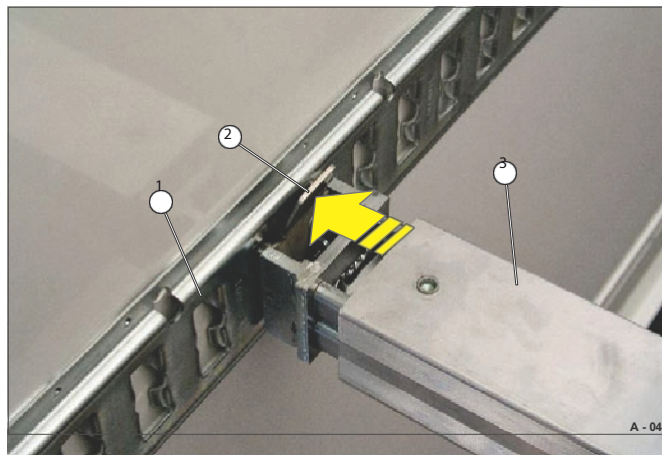

Fig. 41 Föra in den teleskopiska låsstäng
- För in den styva sidan av låsbygel (Fig. 41/3) i spåret på kombinationen ankare/förankringsskena (Bild 41/1).
- Tryck in låssprinten (Fig. 41/2) och håll den på plats.